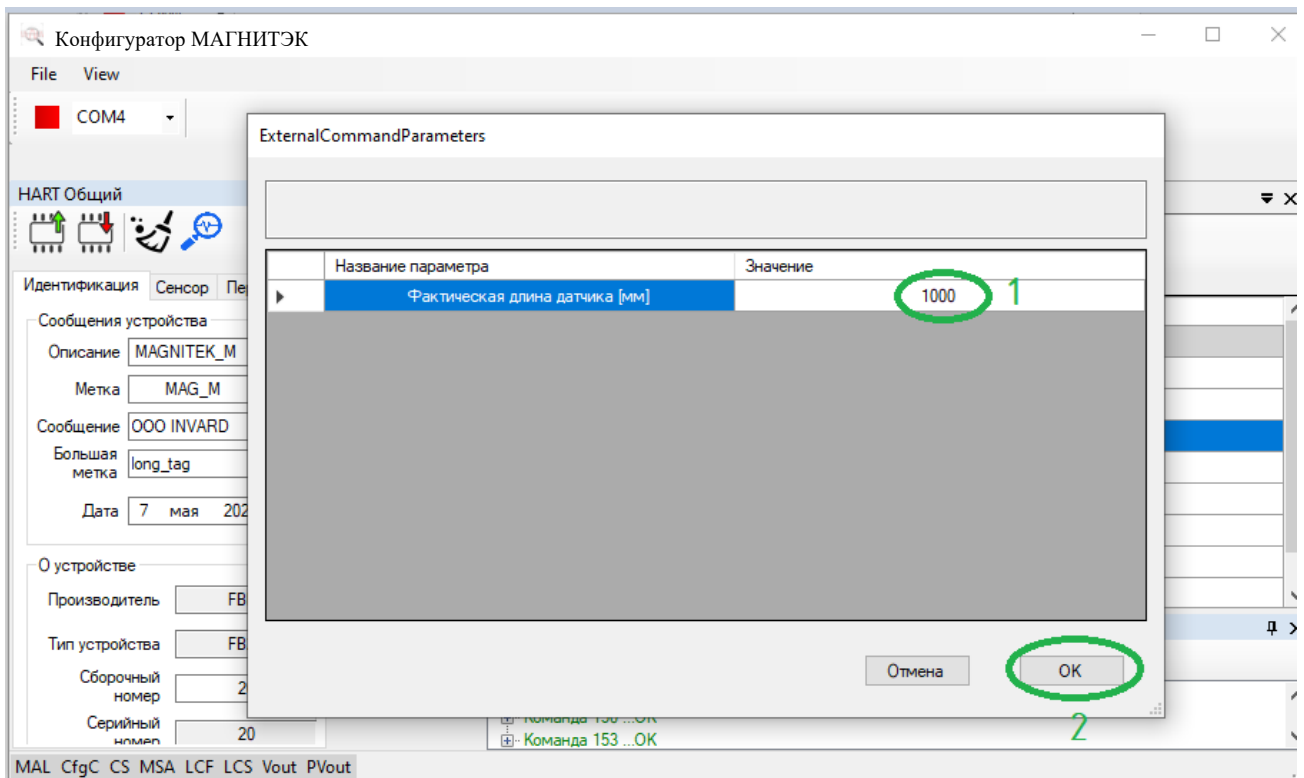

Рисунок 19 - Ввод коррекции массива
- Ввести фактическую длину датчика (рисунок 19);
- Сохранить параметр (рисунок 19).